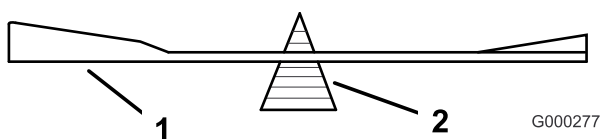

Figura 81
2. Controllate l'equilibrio della lama posizionandola su un bilanciatore (Figura 81). Se la lama rimane in posizione orizzontale, è bilanciata e può essere utilizzata. Se la lama non è bilanciata, limate del metallo soltanto dalla costa (Figura 79). Ripetete la procedura finché la lama non è perfettamente bilanciata.